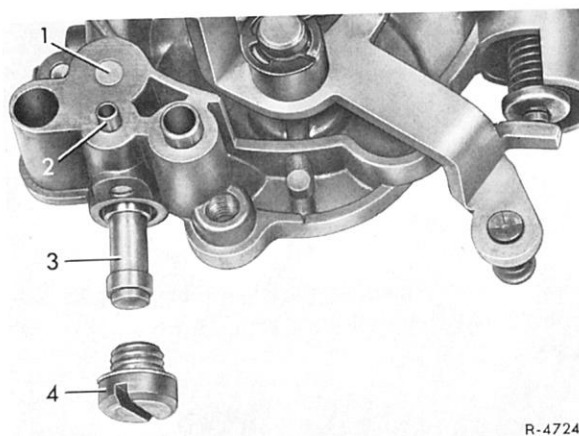

Bild 07-6/8
- d) Neue Starterscheibe (8) zur besseren Regulierbarkeit des Starterzuges (Bild 07-6/9).